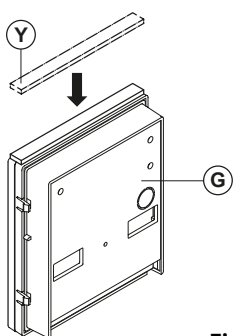

Fig. 43
- Breng de **(Y)** afdichting in neopreen aan bovenop elke module zoals getoond in **Fig.43**;